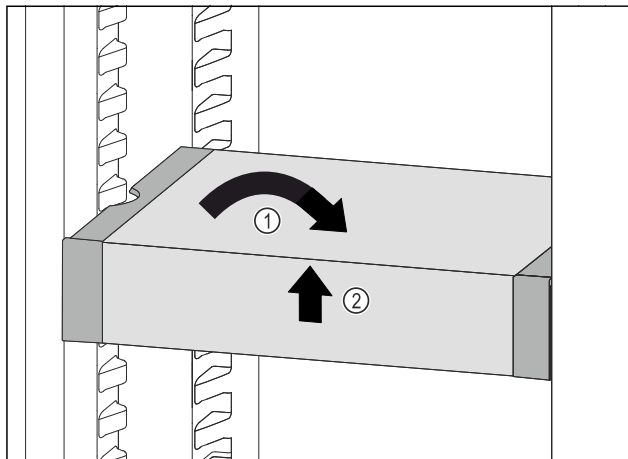

Fig. 89
- ▶ Állítsa egyenesbe a VarioSafe fiókot. Fig. 89 (1)
- ▶ Elöl emelje meg a VarioSafe fiókot. Fig. 89 (2)